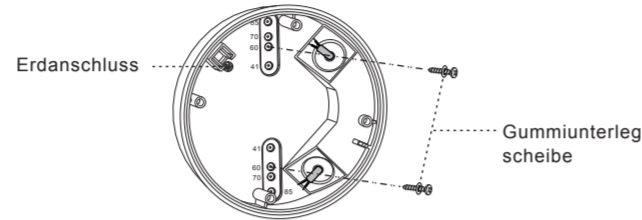

Abb. 15
4.4.3.3 Wählen Sie passende Kabeldurchführungslöcher, um die Abzweigdose auf der Oberfläche der Deckenplatte mit 2 Holzschrauben und Gumminterlegscheiben zu befestigen (s. Abb. 15).